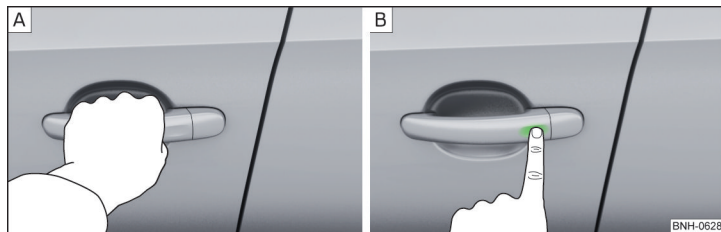

Fig. 44 Descuierea/încuierea autovehiculului
▶ Trageți de mânerul portierei, pentru a **descuia** autovehiculul » fig. 44 - A.
▶ Pentru a **încuia** autovehiculul, atingeți cu degetul senzorul din mânerul portierei » fig. 44 - B.
- ▶ În 5 s atingeți cu degetul senzorul de la mânerul portierei » fig. 44 la pagina 54 - B. Dezactivarea este confirmată printr-o singură aprindere a luminilor de semnalizare.